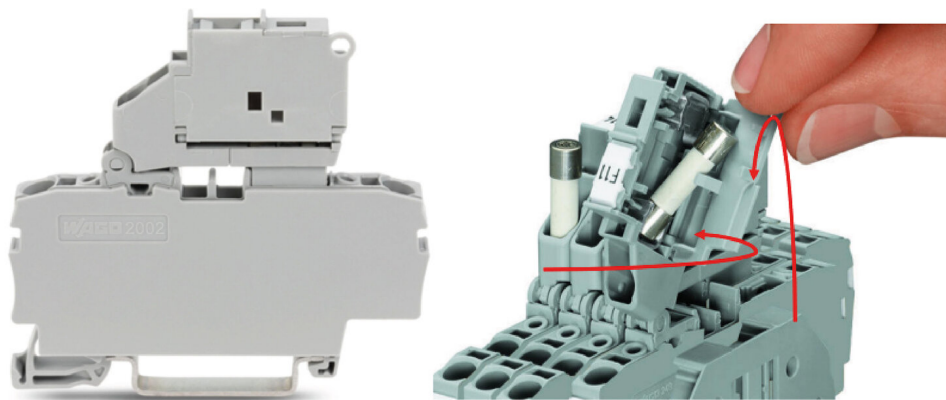

Abbildung 18. Austauschen der Feinsicherungen
- Abbildung 18. Austauschen der Feinsicherungen